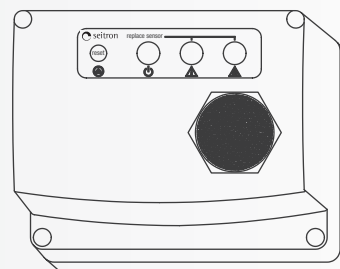

Fig. 1 - Aspetto esteriore.
Il monossido di carbonio (CO) è un gas estremamente tossico e molto pericoloso: essendo infatti incolore e inodore, non è percepibile dalle persone se non a causa delle sue gravi conseguenze anche in concentrazioni di assunzione ridotte. L'RGi CO0 L42 (Fig. 1) è un dispositivo elettronico a microprocessore che risponde alla necessità di sicurezza in tutti quei casi dove l'uso di apparecchiature domestiche o industriali comporti il rischio, a causa di una cattiva combustione o di un funzionamento irregolare, di inquinamento da CO.